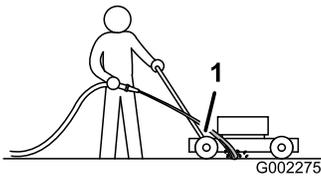

Рисунок 29
3. Удерживая садовый шланг на уровне рукоятки, направьте поток воды на землю непосредственно перед правым задним колесом (Рисунок 29).